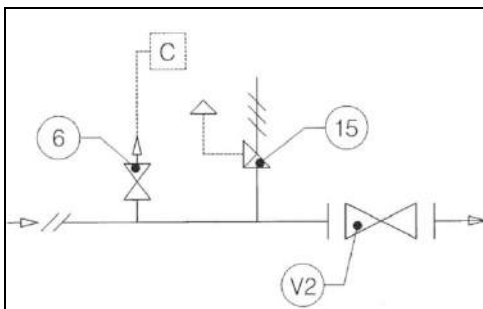

Рисунок 11: подключение напрямую на линии
4.1.1 УСТАНОВКА НЕПОСРЕДСТВЕННО НА ЛИНИИ (рис. 11).